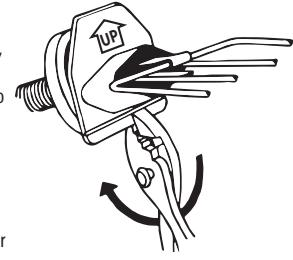

FIGURA 4
- Si la base de la placa de plástico golpea contra la base de la superficie del tanque y no permite que el descongelador quede apoyado a ras contra el orificio de desagüe, desprenda la banda de plástico a lo largo de la ranura, como se ilustra en la figura 4. Si debió romper esta banda, también debe usar una navaja para cortar el trozo de junta que se solapa.